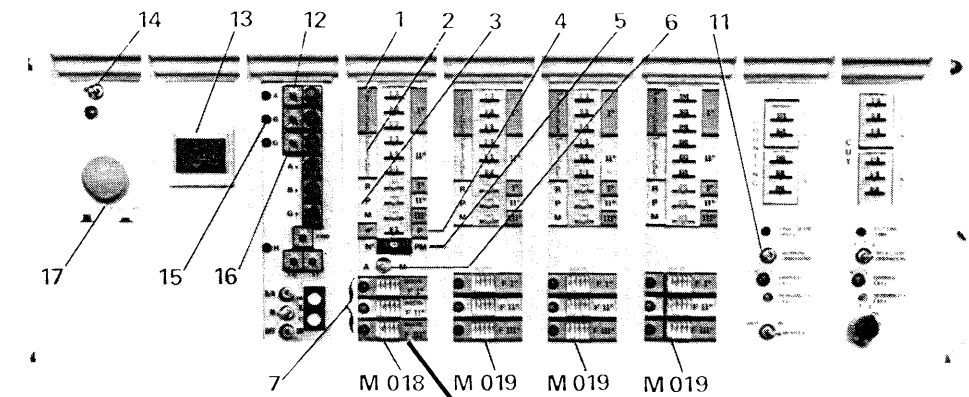

Fig. 1
Modul M 019.0 (Fig.1)
- 3) Den Kippschalter WORKING OPERATIONS (11 Fig. 1) des Moduls COUTING der Vorrichtung 194 G in Stellung 1 bringen. Dadurch wird die Überwachung der Nähgeschwindigkeit von der Näherin durch Pedalbetätigung vorgenommen.
- 4) Auf dem Modul der Dosierungswalzen (12 Fig. 1) A einstellen und in A den Typ der in der ersten Teilstrecke der ersten Naht (rechte Beinöffnung) gewünschten Kräuselung programmieren. Für diese Programmierung siehe Kapitel EINSTELLUNG DER ELEKTRONISCHEN DOSIERUNGSWALZEN.
- 5) Die Vorrichtung unter Strom setzen und sich überzeugen, dass der Display der Stichanzahl (13 Fig. 1) NULL anzeigt, ansonsten auf den Druckschalter RESET (14 Fig. 1) einwirken.
- 9) Auf dem Modul der Dosierungswalzen (15 Fig. 1) B vorwählen und in B die gewünschte Kräuselung in der zweiten Teilstrecke des ersten Nähvorganges programmieren.
- 14) Auf dem Modul der Dosierungswalzen (16 Fig. 1) G einstellen und in G den erwünschten Typ der Kräuselung in der dritten und letzten Teilstrecke des ersten Nähvorganges programmieren.
- 17) Die Vorrichtung durch Drücken der roten Drucktaste (17 Fig.1) ausschalten.
- 21) Die Vorrichtung durch Ziehen der roten Drucktaste (17 Fig.1) einschalten. Die Vorrichtung ist nun vorgerichtet, um automatisch nur den ersten Nähvorgang bzw. das erste Programm auszuführen.
- 23) Falls Nachstellungen bei Stichanzahlen oder den vorgewählten Funktionen vorgenommen werden müssen, ist die Vorrichtung, durch Drücken der roten Drucktaste (17 Fig. 1), auszuschalten.
- 26) Nachdem alle drei Nähvorgänge programmiert und kontrolliert worden sind, ist durch Einwirkung auf den roten Druckschalter (17 Fig. 1) die Vorrichtung auszuschalten, der Kippschalter A/M auf A zu stellen und die Zahl 3 auf dem Vorwähler einzustellen.